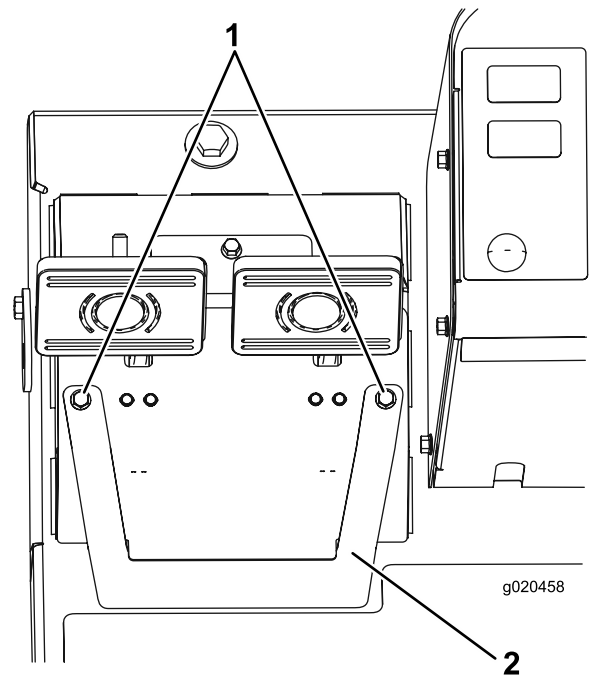

Bild 93
- Lösen Sie die zwei Befestigungsschrauben und nehmen die Bremseinstellabdeckung ab (Bild 93).